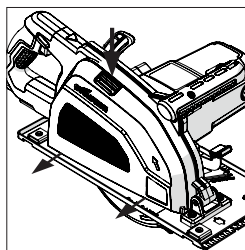
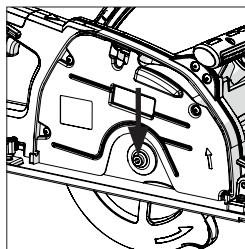

Fig. 3
Fig. 4
- Scoateți colectorul de așchii, **(12)**, apăsând butonul de eliberare, **(13)** (**Fig.3**), expunând șurubul discului, (**Fig.4**).